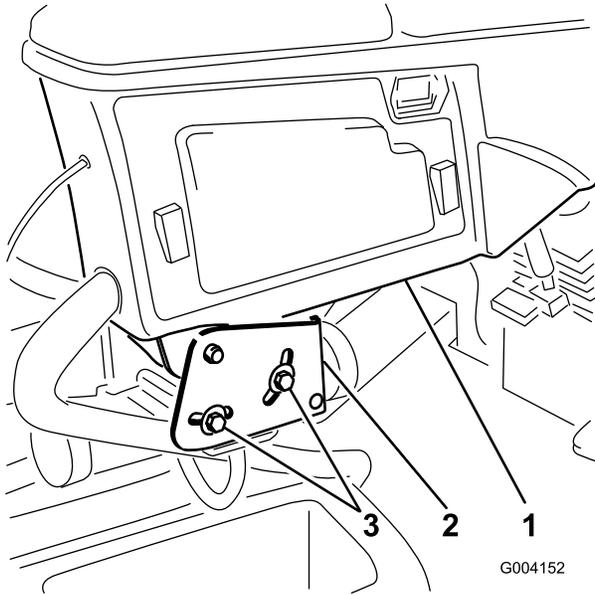

图 3
1. 拧开用于将控制臂固定到止动架的 2 个螺栓（图 3）。